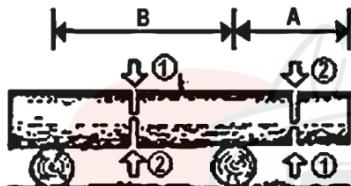

Рис.5
6.5. Распиловка бревна на опорах выше уровня земли (рис.5).